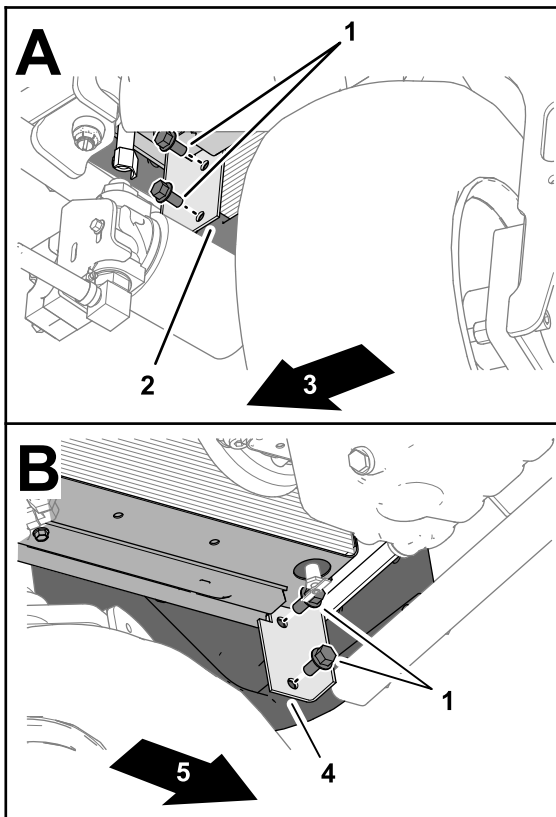

Figura 20
1. Nell'angolo inferiore anteriore del radiatore, rimuovete le 2 viti a testa cilindrica flangiata ( $\frac{3}{8}$ " x  $\frac{3}{4}$ " ) che fissano la staffa del radiatore alla struttura posteriore della macchina (Figura 20).
2. Rimuovete le 2 viti a testa cilindrica flangiata ( $\frac{3}{8}$ " x  $\frac{3}{4}$ " ) che fissano la staffa del radiatore alla struttura posteriore della macchina sull'altro lato della macchina stessa (Figura 20).